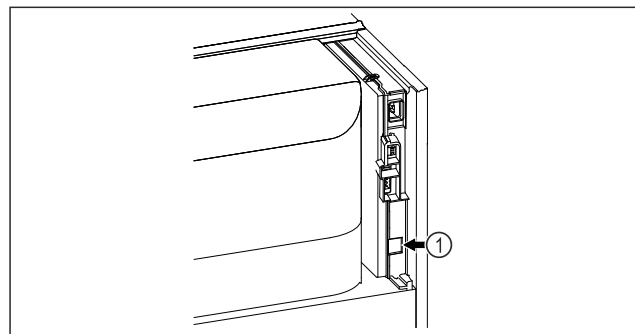

Fig. 127
- SmartModule Fig. 127 (1) er indsat.